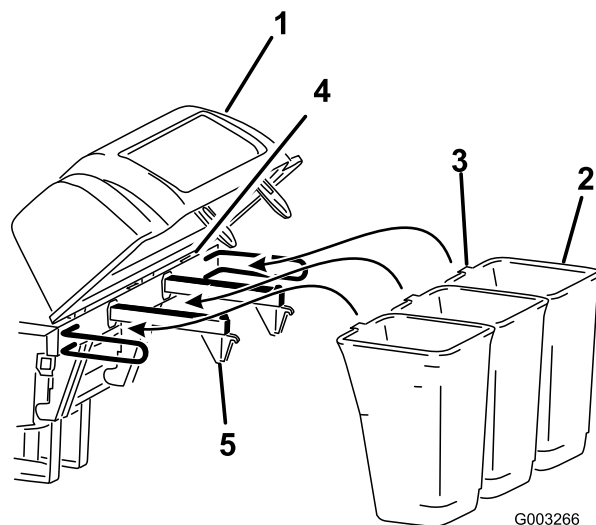

Figura 9
3. Instale el gancho de la bolsa en la muesca del capó. Hago lo mismo con todas las bolsas (Figura 9).